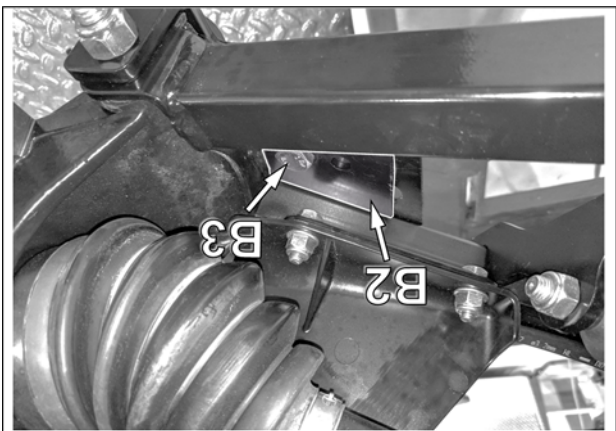

Fig. 7
7. Positionner le couvert de l'ancrage (B2) au dessus du bras de suspension inférieur. Insérer, par le dessus, le boulon (B3) au trou du couvert préalablement positionné, à travers le bras de suspension inférieur et le trou de l'ancrage de suspension. Voir la Fig. 7